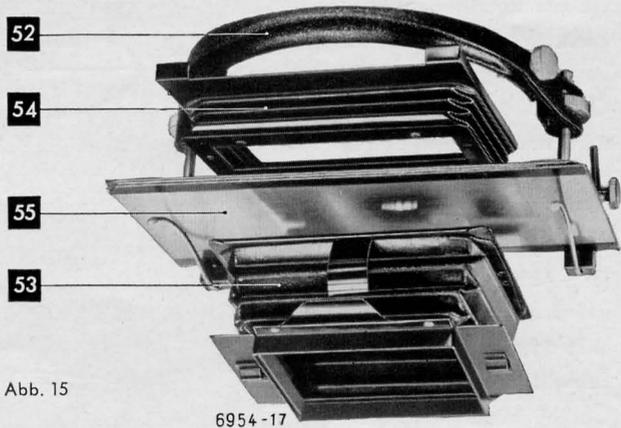

Abb. 15
Klemmschraube (O) lösen, Lampengehäuse bis Führungsstiftende (10–Abb. 3) anheben und in dieser Stellung fixieren. Filmhalter-Schwenkvorrichtung (52) über die Nocken zu beiden Seiten des Lampengehäuses setzen und mit den beiden Rändelschrauben (57) befestigen. Den oberen Balgen (54–Abb. 15) so einsetzen, daß der Balgenträger in den beiden Schlitzten an der Hinterseite des Lampengehäuses sitzt und vorn mit beiden Nasen über das Gußteil greift. Den unteren Balgen (53–Abb. 15) bis zur Rastung in die Filmbühne einschieben; dann die Doppelglasplatte (55–Abb. 15) zwischen oberen und unteren Balgen so einführen, daß sie gleichzeitig rechts und links durch die beiden Halter festgeklemmt wird. Beleuchtungskopf mit Hilfe der Gewindemutter bis an die schwarze Richtmarke an der Säule hochschrauben und festklemmen. Automatische Scharfeinstellung wie folgt ausschalten: Rändelknopf (37–Abb. 9) herausziehen und um eine halbe Drehung nach links oder rechts verstellen. Drei Rastnuten erlauben es, den Objektivträger (F) in drei verschiedenen Höhenstellungen zu fixieren; durch Verschieben des Objektivträgers kann dieser in die jeweils erforderliche Höhenstellung (Rastung) gebracht werden.